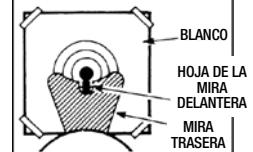

Fig. 10
- El rifle de aire está apuntado correctamente cuando la hoja de la mira delantera está posicionada exactamente en el centro de la muesca de la mira trasera. La parte superior de la hoja de la mira delantera debe estar nivelada con la parte superior de la muesca de la mira trasera. La diana debe verse como si descansara encima de la mira delantera. (Fig. 10)